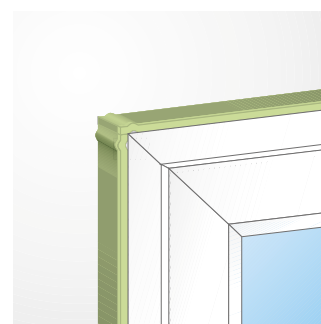

Figure 2 : aboutage dans les angles
- Dans les angles, ne pas faire tourner la bande, mais la couper et abouter les extrémités perpendiculairement (Fig. 2).